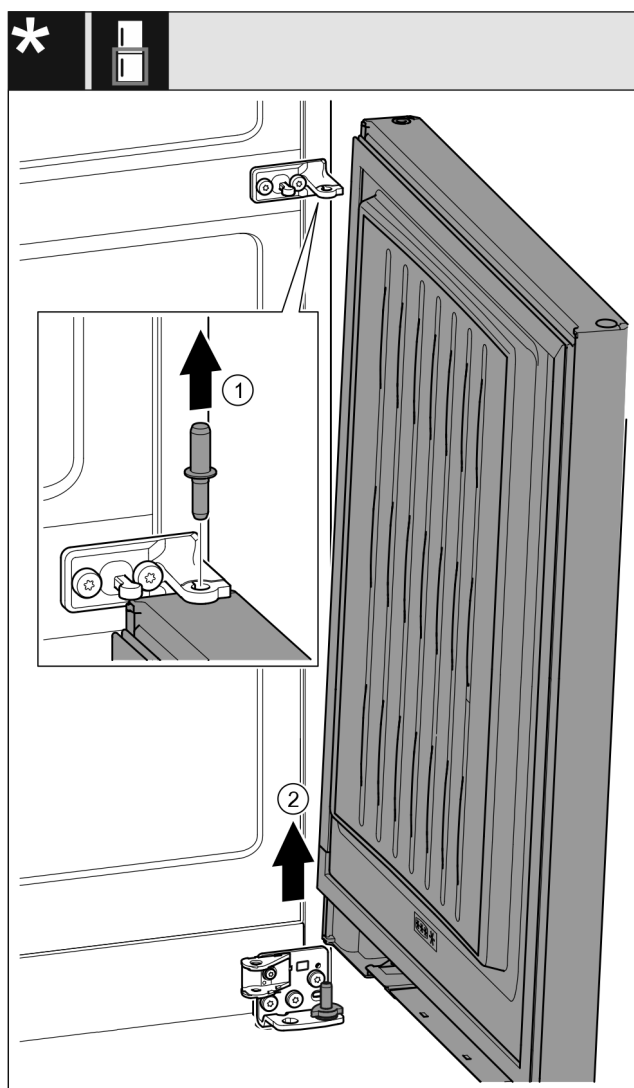

Fig. 23*
- ▶ Estrarre il perno verso l'alto. Fig. 23 (1)*
- ▶ Aprire la porta, tirarla verso l'alto e metterla da parte. Fig. 23 (2)*